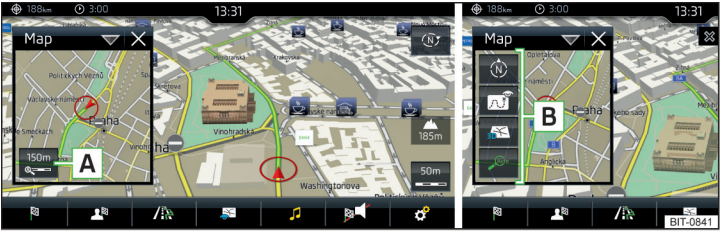

Fig. 243 Hartă în fereastra suplimentară
▶ Atingeți suprafața de comandă funcții **A** » fig. 243 în fereastra suplimentară.